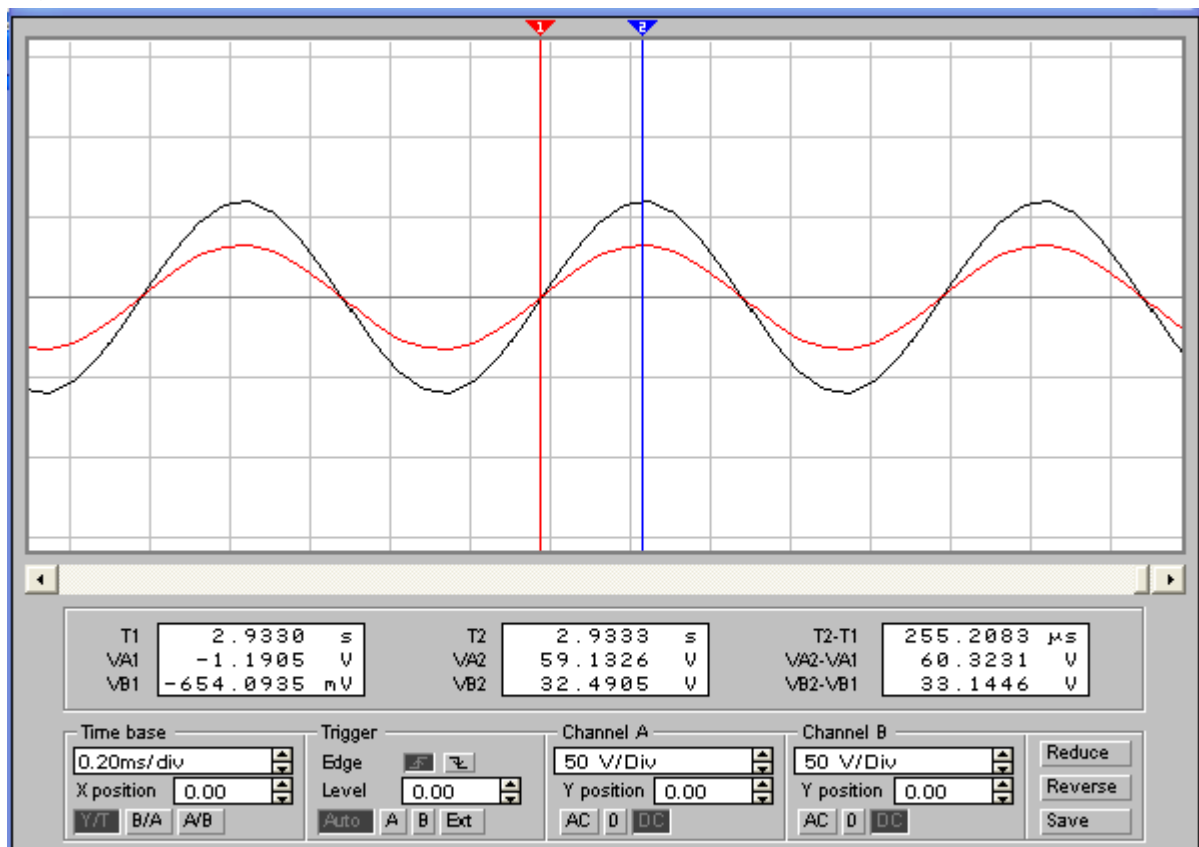

Рис.6
- розгорнить зображення на увесь екран горизонтальною прокруткою (рис. 6).
Амплітуди $U_{\text{вх}}$ і $U_{\text{вих}}$ вимірюються на збільшеному екрані осцилографа (рис. 6) встановленням маркерів 1 та 2 відповідно на нульове й амплітудне значення осцилограм.